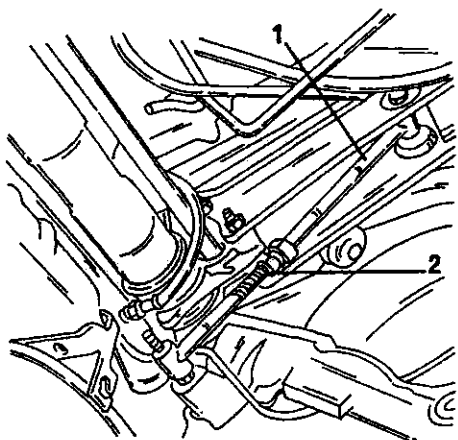

Рис. 242. Вставить вместо гидравлического амортизатора штангу (1). После выставки длины затянуть контргайку (2).
- Установить вместо снятого амортизатора штангу эрсаца амортизатора. Выставить длину штанги так, чтобы можно было свободно вставить два болта крепления. Если требуется, немного приподнять продольный рычаг, чтобы снять нагрузку веса с торсиона. После этого затянуть контргайку эрсаца амортизатора (Рис. 242).